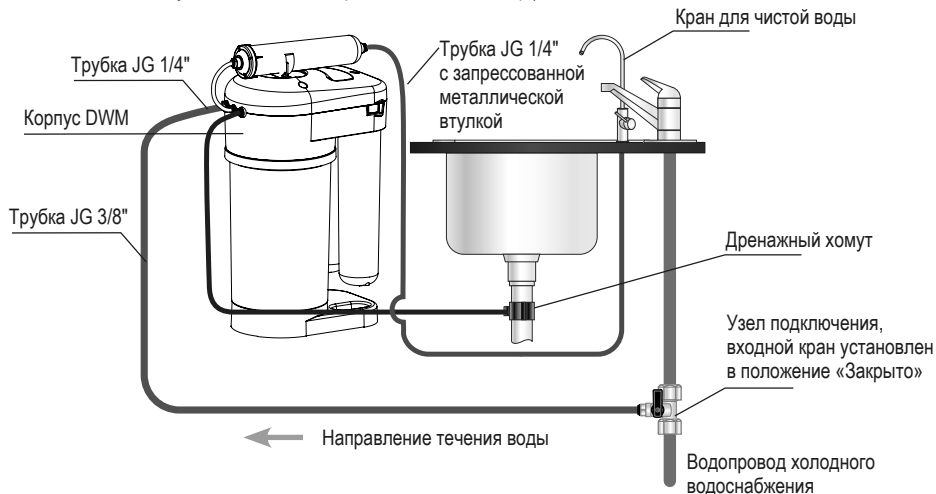
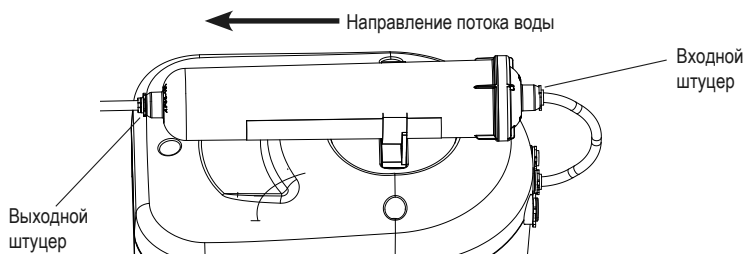

Рис. 2
Рис. 11
3	Соединительные трубки (рис. 2)
Определите удобные места расположения крана для чистой воды и DWM. При этом обратите внимание на то, чтобы подводящие трубки проходили свободно, без изломов и перегибов (рис. 2).
- Соедините трубкой JG 1/4" (d 6,35 мм, L=0,17 м) входной штуцер (рис. 11) с корпусом DWM в соответствии со схемой (рис. 2).
Шаг 1 Подсоедините подводящие трубки, следуя рисункам ниже. Схема подключения трубок показана на рис. 2.
Для замены модуля КЗ (рис. 11):
- Отсоедините трубку JG от выходного штуцера (рис. 11). Для этого выньте из-под пластиковой втулки стопорную клипсу, нажмите на торец пластиковой втулки, вытяните трубку.
- Отсоедините трубку JG от входного штуцера (рис.11). Для этого выньте из-под пластиковой втулки стопорную клипсу, нажмите на торец пластиковой втулки, вытяните трубку.